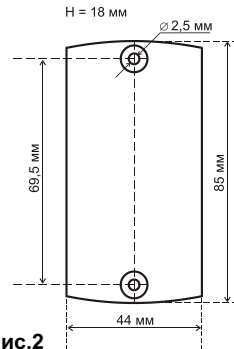

Рис.2
- разметьте и просверлите отверстия для крепления под размер отверстий считывателя (рис.2);